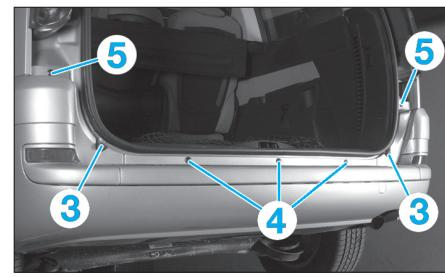

Fig. 65
- Retirer les butées (3) puis déposer les vis derrière celles-ci (Fig.65).
- Déposer les vis de fixation supérieures (4) du bouclier.
- Déposer les vis de fixation (5).